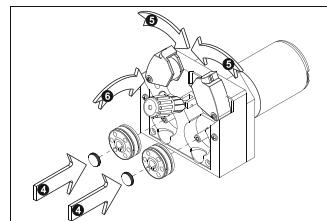

**Figura 14: Remover Os Rolos De Acionamento Do Fio**
- Se você precisar substituir os roletes de alimentação de arame, empurre a alavanca do rolete de pressão em sua direção. Após puxar e levantar os roletes de pressão, desaparafuse os parafusos dos roletes de alimentação de arame e remova os roletes existentes (Figura 14).